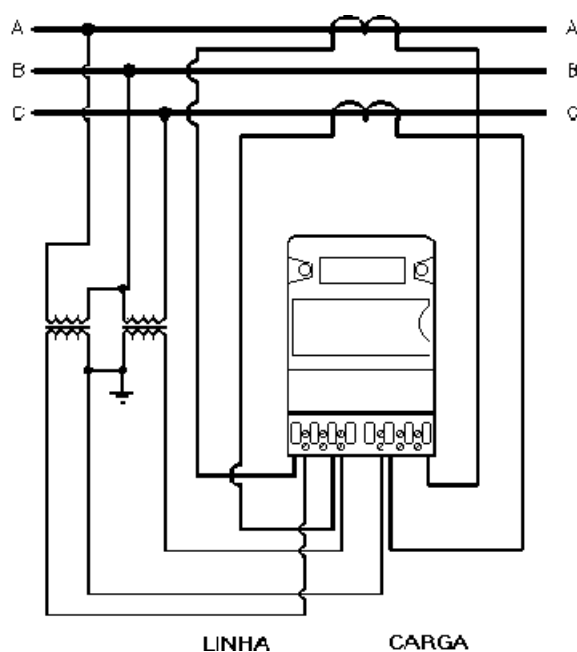

Figura 6.2 - Ligação Medição Indireta a 2 elementos com TC e TP
- Figura 6.2 - Ligação Medição Indireta a 2 elementos com TC e TP